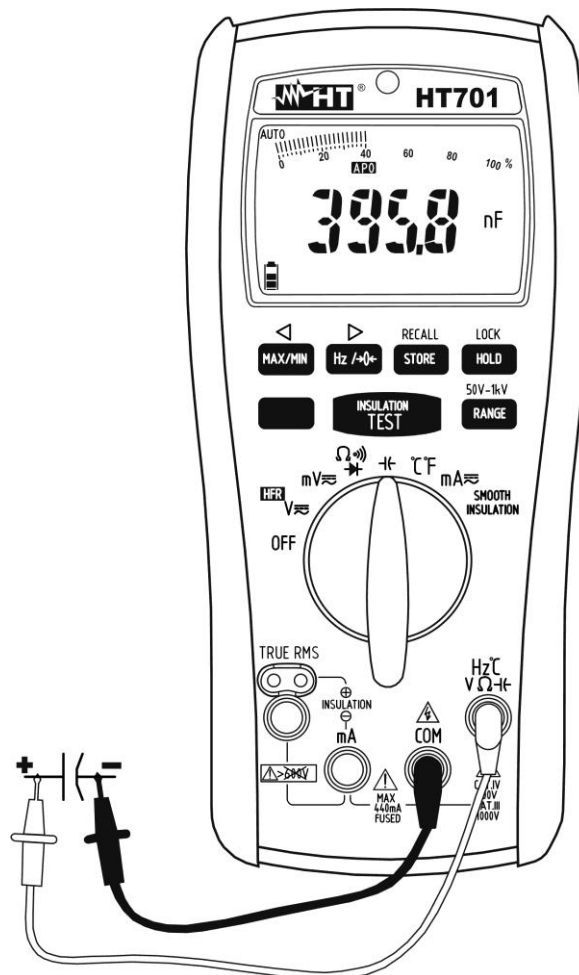

Fig. 8: Uso do instrumento para medir Capacidades
4. Inserir o cabo vermelho no terminal de entrada **Hz°CVΩH** e o cabo preto no terminal de entrada **COM** (consultar o Fig. 8).